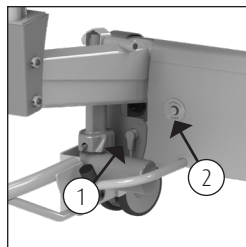

Figure 19. Bouton d'abaissement d'urgence.
- Retirez la fiche de la commande manuelle (1) (Cf. figure 19).
- Enfoncez le bouton d'abaissement d'urgence (2) (Cf. figure 19).